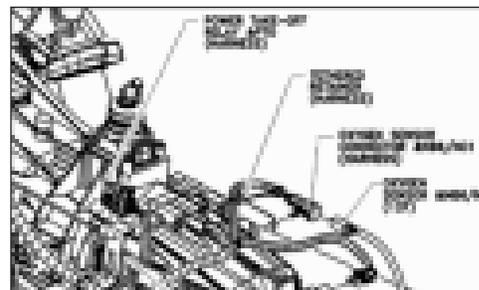

Fig. 20
22. No lado direito da transmissão existe um suporte para o feixe de fiação elétrica do sensor de oxigênio. (para veículos na Califórnia com motores de 8,1 L). Este suporte se encontra em todos os veículos e poderá interferir com os tubos hidráulicos. Se o feixe de fiação elétrica do sensor de oxigênio estiver instalado no veículo, abaixe o suporte para dentro em direção ao centro da transmissão. Se o veículo estiver equipado apenas com o suporte, o mesmo poderá ser removido e dar o torque no perno para 17 Lbs.pé [23 N.m]. Não aplique selante no perno (Fig. 20).